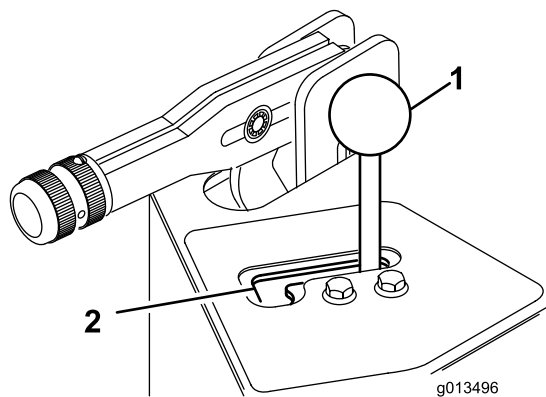

図 27
3. レバー・ガイド（(図 27)）をバルブ・シュラウドに固定しているキャップスクリュをゆるめる。